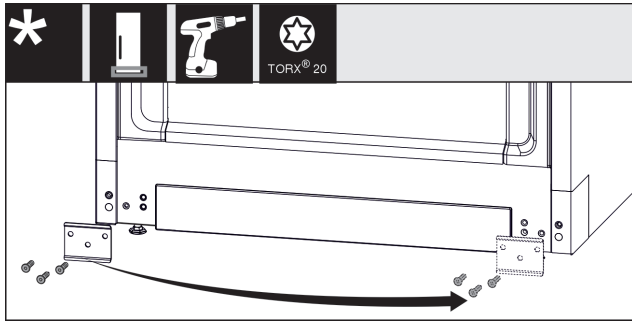

Fig. 10
- Plaat losschroeven, naar de andere kant omzetten en weer vastschroeven. Fig. 10 (1)
- Afdekking aan de andere kant weer plaatsen. (1)